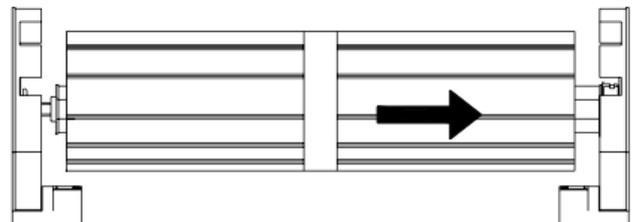

Fig. 15
- Installer le côté moteur sur le support du côté opposé (Fig. 15)